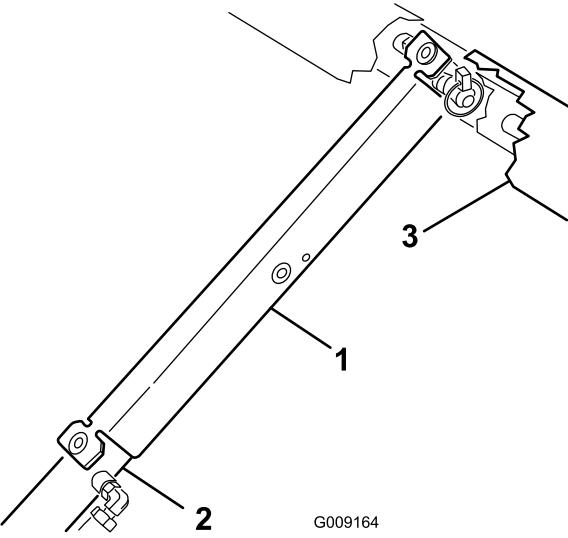

Figura 32
3. Spingete il supporto del pianale sull'asta del cilindro, assicurandovi che le alette alle estremità del supporto poggiino sull'estremità della canna del cilindro e sull'estremità dell'asta del cilindro (Figura 32).